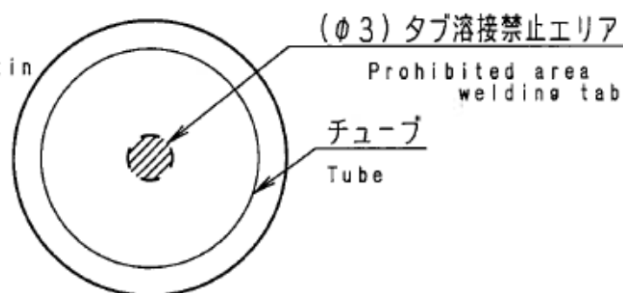

Fig.3
- 6.7 2 Dimensional Code 2 次元コード (Fig.3)